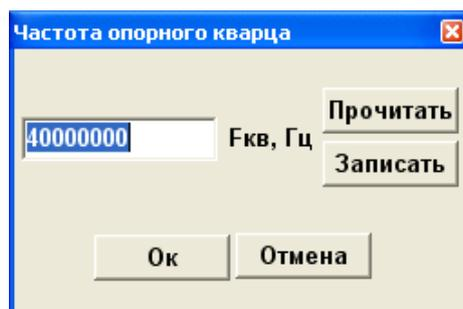

Рис. 43. Вкладка «Частота опорного кварца»
- 2.7.5. Нажмите кнопку **Изменить** справа от значения частоты опорного кварца. На мониторе появится вкладка, изображенная на рис. 43.